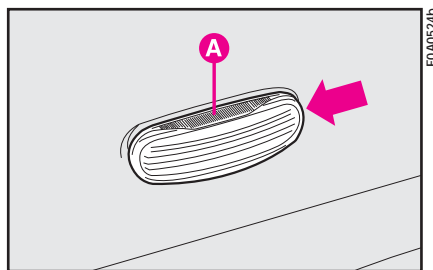

рис. 24
1) Рукой нажмите на рассеиватель **A** в направлении стрелки, чтобы язычок отогнулся, и извлеките указатель в сборе (рис. 24).